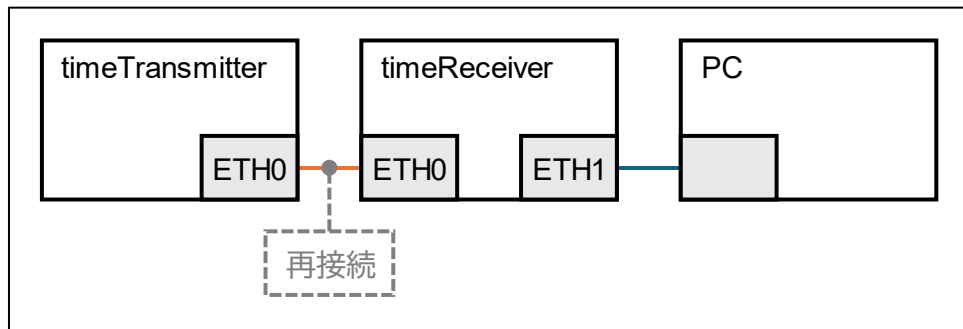

図 5-4 接続構成例(クローズイベントによるプリエンプトを用いないプリエンプトの確認)
2. 2 台構成の上、timeReceiver (client) に PC 等の外部デバイス(UDP パケット送信用)を接続してください。(図 5-4 参照。)